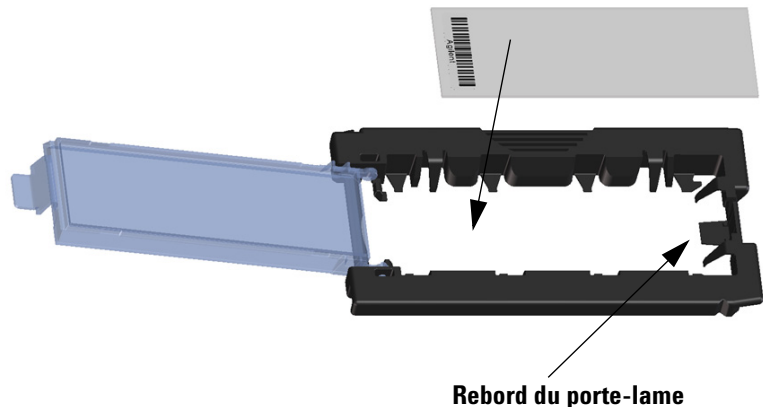

Figure 39 Insertion de la lame dans le porte-lame
- c Placez soigneusement le bord de la diapositive sans l'étiquette de code-barres contre le rebord du porte-lame. Voir la section Figure 39.